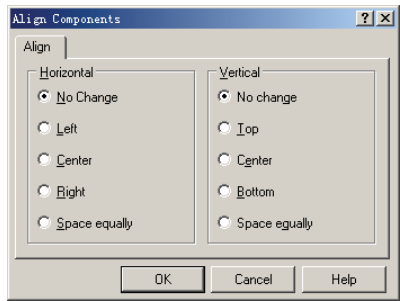
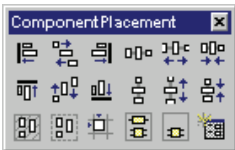

图 6-49 “Align Components” 对话框
图 6-50 “Component Placement” 工具栏
1) Align: 选取该菜单将弹出“Align Components（对齐元器件）”对话框，该对话框列出了多种对齐的方式，如图 6-49 所示，该命令也可以从工具栏（如图 6-50 所示）上单击按钮来激活。